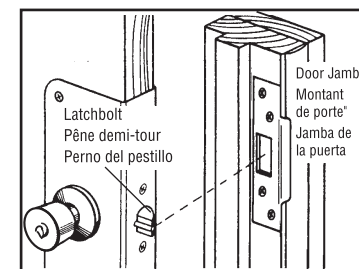

Fig. 6A
**Step 6A: Security Latch Strike** - To install the latch strike, align with the latchbolt on the door jamb. Mark the area around the strike with a pencil, cut along lines (to prevent splintering) with an X-acto knife, then remove material using a wood chisel or router, so that the strike is flush with jamb. Drill four 1/8 in. pilot holes for 2 each no. 8 x 1 in. and no. 8 x 3 in. screws. Install the 3 in. screws in holes nearest to inside of jamb (**Fig. 6A**).
**Étape 6A: Gâche de sûreté** - Pour installer la gâche, alignez-la avec le pêne demi-tour sur le montant de la porte. Dessinez le contour de la gâche à l'aide d'un crayon, découpez le contour à l'aide d'un couteau de précision en suivant le tracé (afin de prévenir les fissures), puis éliminez les ébarbures à l'aide d'un ciseau à bois ou d'une toupie de façon à niveler la gâche avec le montant. À l'aide d'un foret de 1/8 po, percez quatre avant-trous pour les vis n° 8 de 1 po et les vis n° 8 de 3 po. Insérez les vis de 3 po dans les trous les plus près de l'intérieur du montant (**Fig. 6A**).
**Paso 6A: Cerrojo para pestillo de seguridad:** Para instalar el cerrojo para pestillo, alinéelo con el perno del pestillo en la jamba de la puerta. Marque el área alrededor del cerrojo con un lápiz, corte a lo largo de las líneas (para evitar que se astille) con un cuchillo X-acto y luego retire el material con un cincel para madera o rebajadora para que el cerrojo quede al ras con la jamba. Taladre cuatro orificios guía de 0,32 cm 1/8" para 2 tornillos No. 8 x 1" y 2 tornillos No. 8 x 3". Instale los tornillos de 3" en los orificios más cercanos al interior de la jamba (**Fig. 6A**).